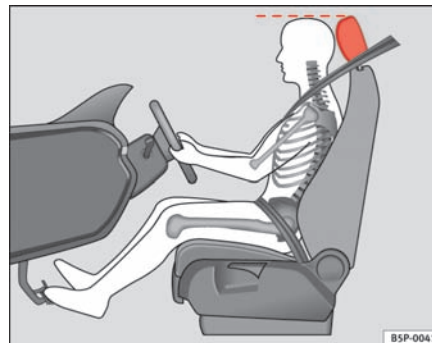

Fig. 2 Sådan sidder førerens hovedstøtte korrekt.
- Indstil hovedstøtten således, at hovedstøttens øverste kant er på højde med den øverste del af dit hoved eller så tæt som muligt på den øverste del af dit hoved ⇒ **fig. 2.**